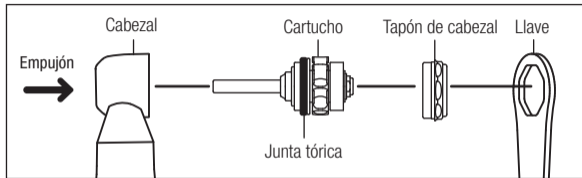

Fig. 12
- Asegúrese de que los dos anillos (Fig. 12) estén correctamente colocados en el cartucho.